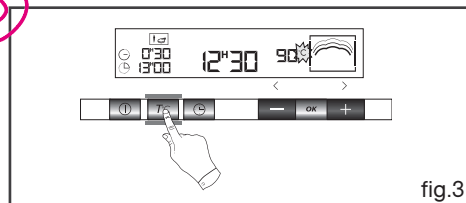

fig.3
• **Grille (fig.3)**
- Appuyez sur la touche **T°C**, le symbole **100°C** clignote (fig.3).